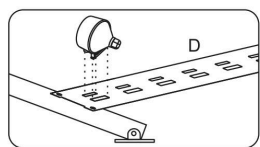

Figura 1
Instale los conos de plástico negros en el soporte inferior de los tubos (D) como se muestra en la **Figura 1**.